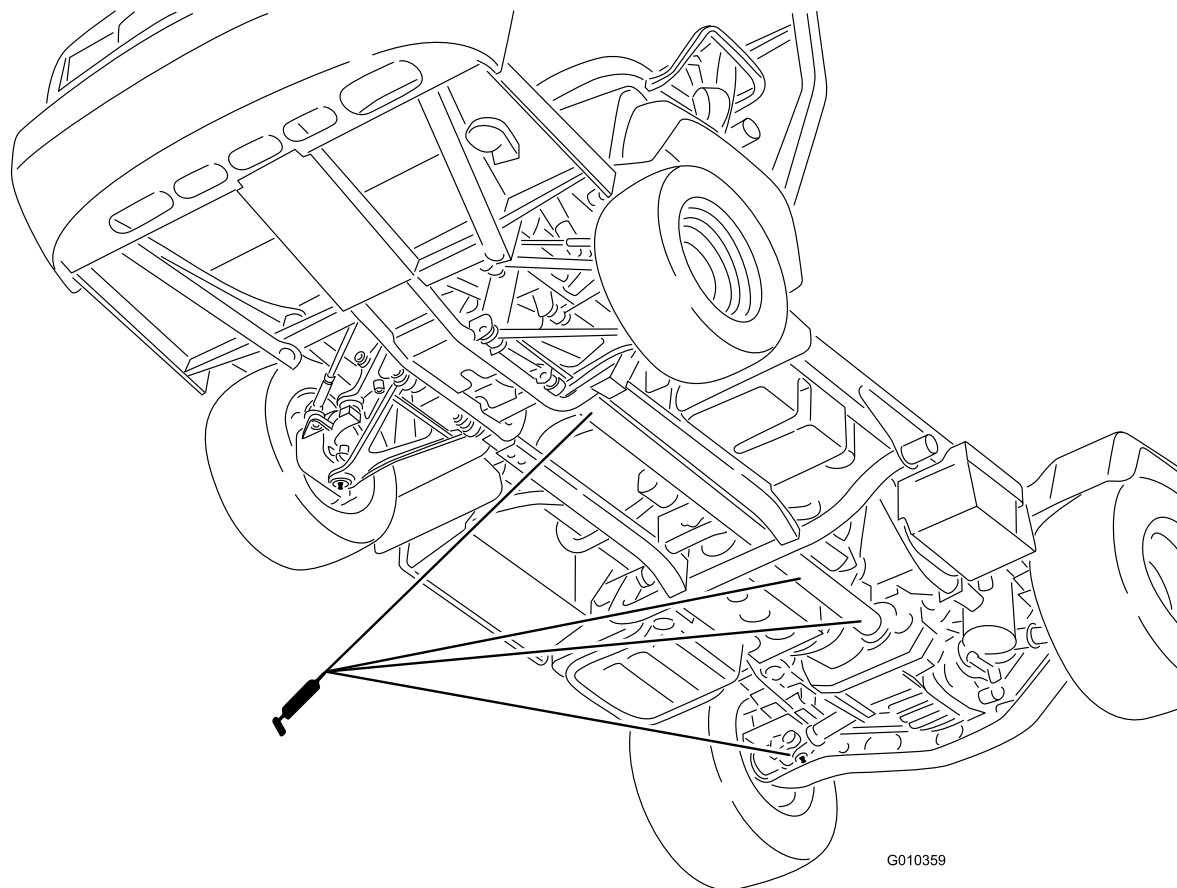

Figura 31
- **Juntas em U (18);** consulte Figura 31
- **Eixo da tração às 4 rodas (3);** consulte Figura 31